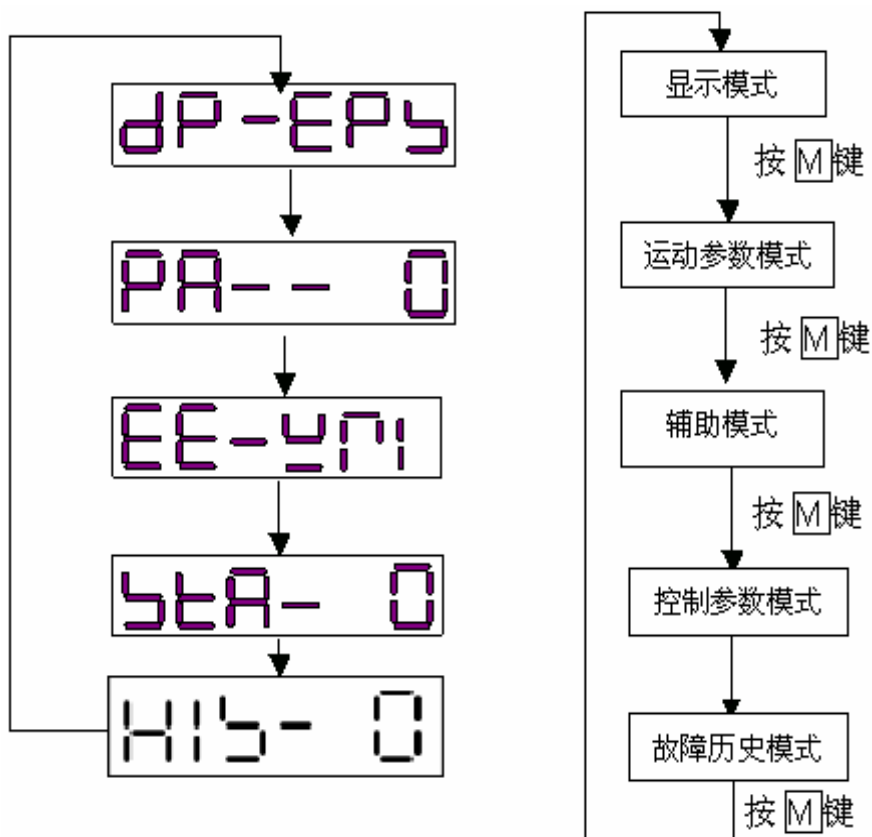

图 3.1 HSV - 18D 伺服驱动器第一级主菜单
3、操作按多层操作菜单执行，第一级为主菜单，包含五种操作模式：显示模式、运动参数模式、辅助模式、控制参数模式、故障历史模式。如图 3.1 所示第一级主菜单操作框图，及其五种操作模式。